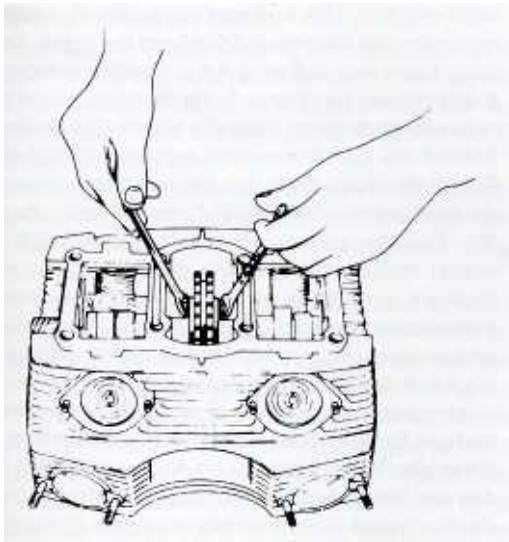
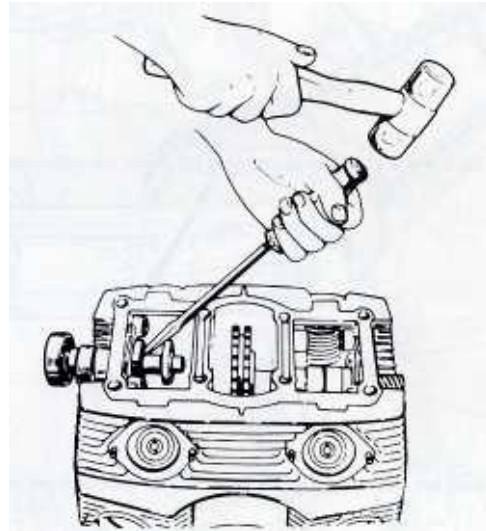

Bild 85
Bild 86
- Mit beiden 9 mm-Ringschlüsseln die Verbindungsmutter der Nockenwellenflansche zum Kettenrad lösen (Bild 85). Wegen der beengten Raumverhältnisse müssen die Schlüssel sehr schlank sein, es müssen aber Ringschlüssel sein, sonst werden die Mutter beschädigt. Gegebenenfalls den Abzieher an der rechten Nockenwellenhälfte ansetzen, sonst wird die Nockenwelle mit einem weichen Dorn ausgetrieben (Bild 86). Man muss gegen das Kugellager klopfen, nicht gegen den Nockenwellenflansch oder den Nocken. Die Nockenwelle muss zusammen mit beiden Lagern und dem Flansch abgezogen werden. Dabei muss man sehr vorsichtig vorgehen, denn wenn das innere Lager nicht genau rechtwinklig durch den Sitz des äusseren Lagers gleitet, kann der Zylinderkopf so beschädigt werden, dass er ersetzt werden muss. Der Ausbau wird durch Anwärmen des Zylinderkopfes erleichtert.